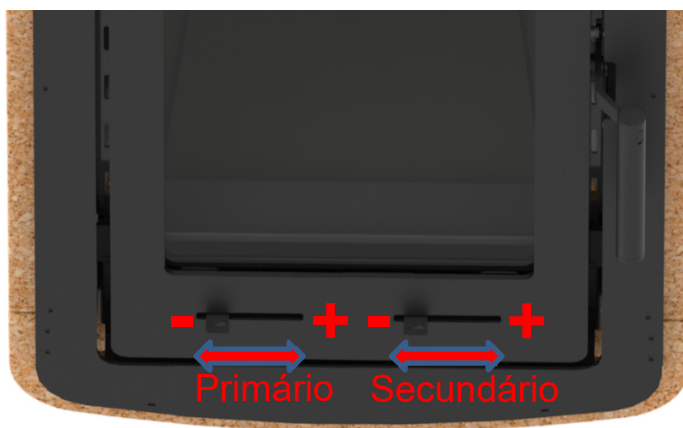

Figura 42 - Reguladores de aire primario (E) y reguladores de aire secundario (D) en el equipo
En la Figura 42 se muestran los reguladores de aire. Estos controlan la cantidad de aire de combustión que entra en la salamandra, controlando así la quema del combustible. En la parte inferior de la salamandra hay 2 reguladores, uno para el aire primario (E) y otro para el aire secundario (D).